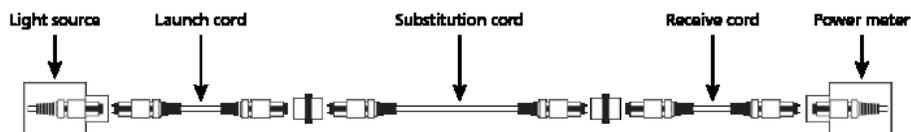

Figura 15. Fije la referencia.
1. Establezca una referencia entre la fuente de luz y el medidor de potencia usando el cable de lanzamiento, el cable de recepción y el de reemplazo (ver figura 15).